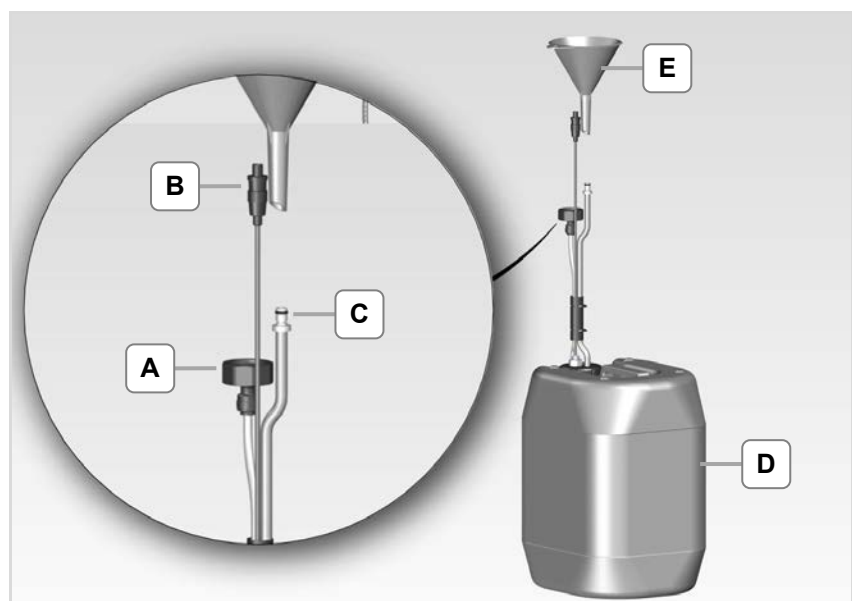

Bild 4.5.1: Kanister mit Zubehör
1. Schrauben Sie das Schraubgewinde (Bild 4.5.1-A) des Wasserschlauchs an den Wasseranschluss des Gerätes (Bild 4.5.2-F). Prüfen Sie, ob die Dichtung im Schraubgewinde (Bild 4.5.1-A) eingelegt ist.
2. Schließen Sie den Kabelstecker (Bild 4.5.1-B) für die Füllstandüberwachung am Anschluss (Bild 4.5.2-H) an und drehen Sie die vordere Kappe (Bild 4.5.3-I) bis sie einrastet. Steckerausrichtung beachten (Bild 4.5.4-J).
3. Stecken Sie den Entlüftungsschlauch (Bild 4.5.1-C) in den Anschluss (Bild 4.5.2-G).